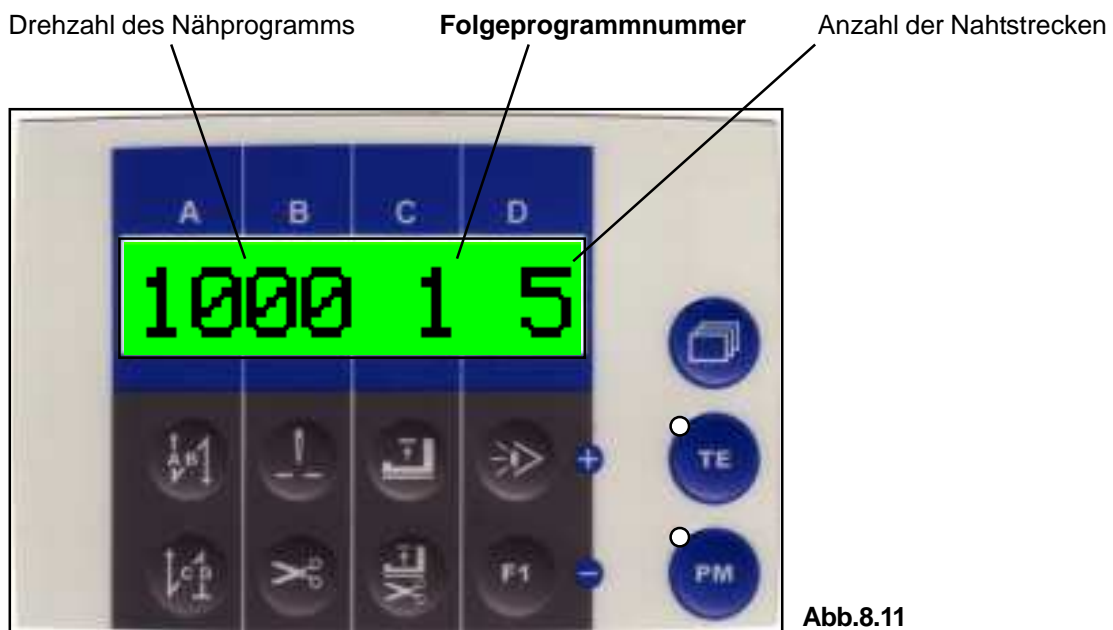

Abb.8.11
7.6 **Blättern-Taste** drücken bis die Anzeige **Abb.8.11** erscheint
- mit der **Taste D+ / D-** den **Parameter <313>** auf den **Wert 1** einstellen (**Abb. 8.11**)